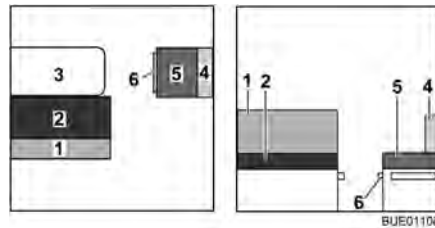

Fig. 121 Prima della trasformazione
- Trasformare il tavolo (Fig. 121,3) in struttura di supporto letto (vedi paragrafo 6.10).
- Rimuovere il cuscino dello schienale (Fig. 121,1) e riporlo.
- Togliere il cuscino dello schienale (Fig. 121,4) e il cuscino del divano (Fig. 121,5) e riporli di lato.